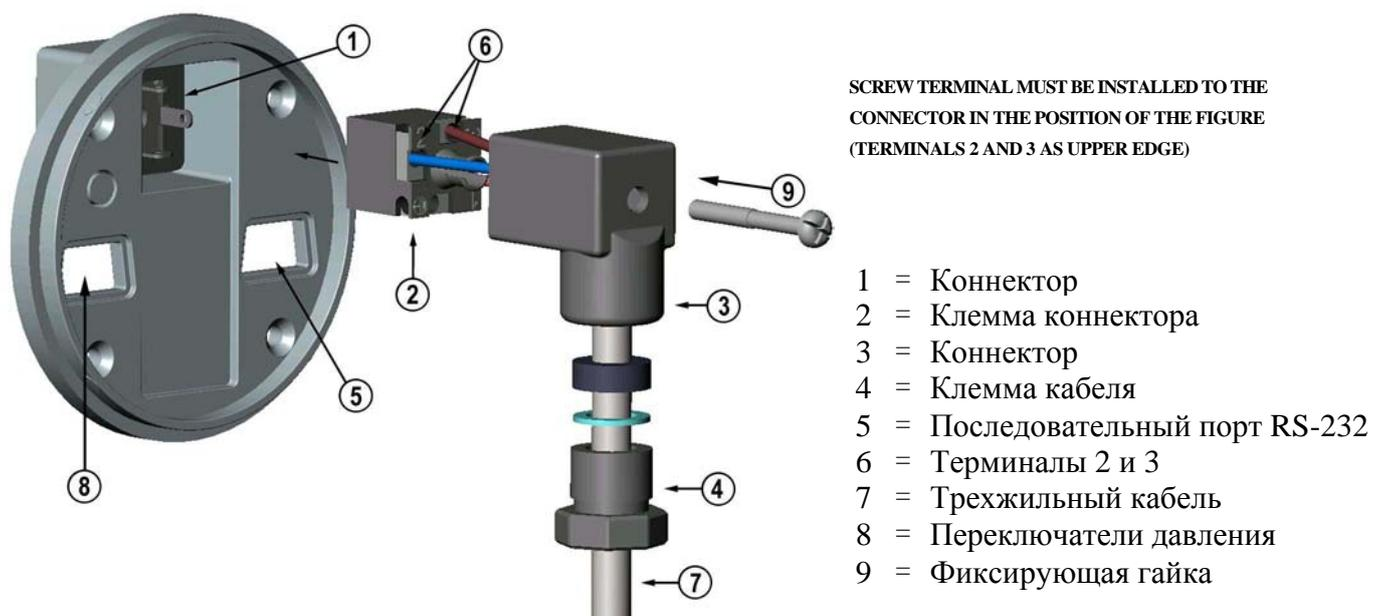

Рисунок 3 Соединение и установка коннектора
Для повышения точности измерений в процессах под давлением, настройте прибор согласно рис. 1 при помощи переключателей см. рис.3, п.8. Заводская установка давления составляет 1 бар, переключатель № 4 находится в положении ON.
5. Вставьте подсоединенную клемму обратно в коннектор в положение, указанной на рис.3. Вставьте в коннектор фиксирующую гайку. Зафиксируйте кабельный зажим. Вставьте коннектор в соединение счетчика.
Примечание Соединение невозможно, если расположение клеммы отлично от указанного на рис.3.